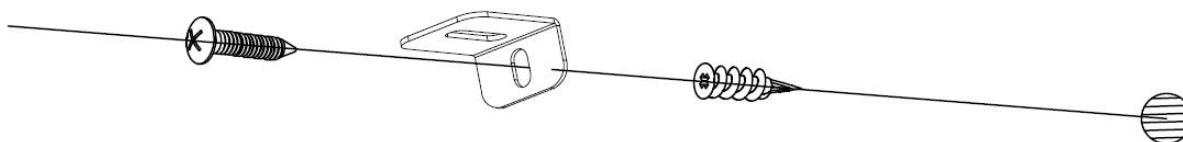

Fig 4-3
C. Monter plastikankeren (**C**) i gipsvæggen, og monter derefter skruen **B** (medfølgende) i hullet i **L-beslaget** i vægankeren for at sikre pejsen mod at løsne sig fra krogene. (**Fig. 4-3**)